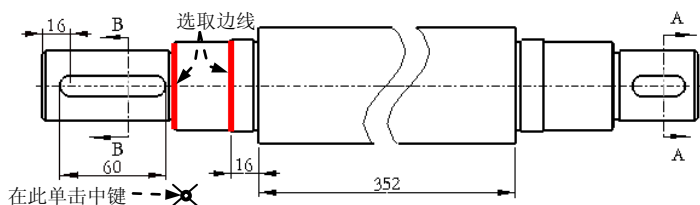
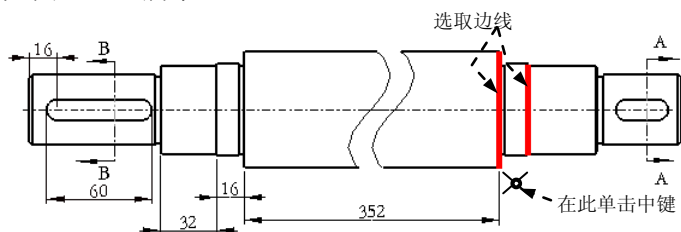

图 5.9.10 定义尺寸标注的参照 (三)
图 5.9.11 定义尺寸标注的参照 (四)
(1) 添加尺寸 (一)
① 选择 **注释** 命令。
② 在系统弹出的 **ATTACH TYPE (依附类型)** 菜单中选择 **On Entity (图元上)** 命令, 分别选取图 5.9.10 所示的两条边线, 然后在图 5.9.10 所示的位置单击中键, 放置尺寸, 结果如图 5.9.11 所示。
③ 单击“选取”对话框中的 **确定** 按钮 (或单击中键)。
(2) 添加尺寸 (二)。分别选取图 5.9.11 所示的两条边线, 然后在图 5.9.11 所示的位置